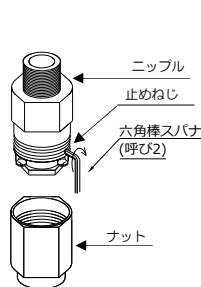

図6
- ナットのねじを緩めてニップルからナット(リング)を取り外してください。次に、グラントの緩み止め用止めねじを付属の六角棒スパナ(呼び2)で緩めます。グラントのねじを緩めてニップルからグラント、スリップリング、およびパッキンを外してください。(図6)